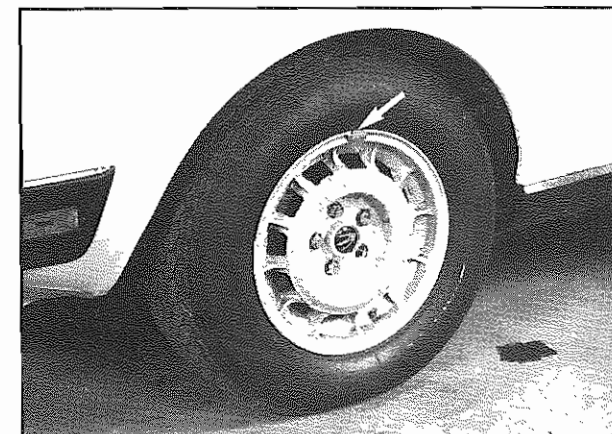

Fig. 2 - Disposizione dei pesi
- Disposizione dei pesi (**Fig. 2**).
- Arrange weights (**Fig. 2**).